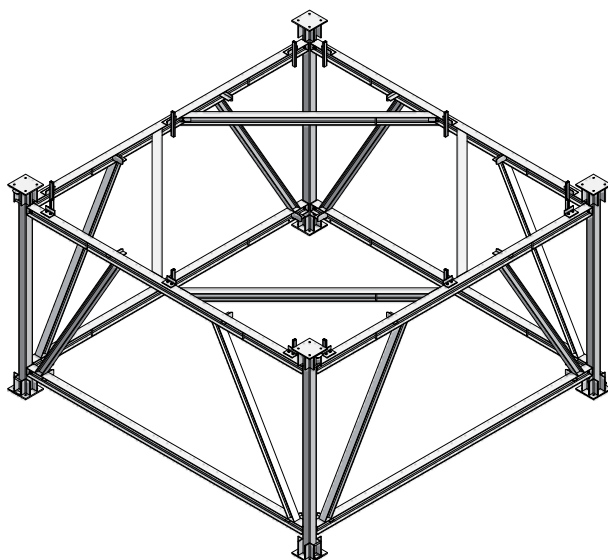
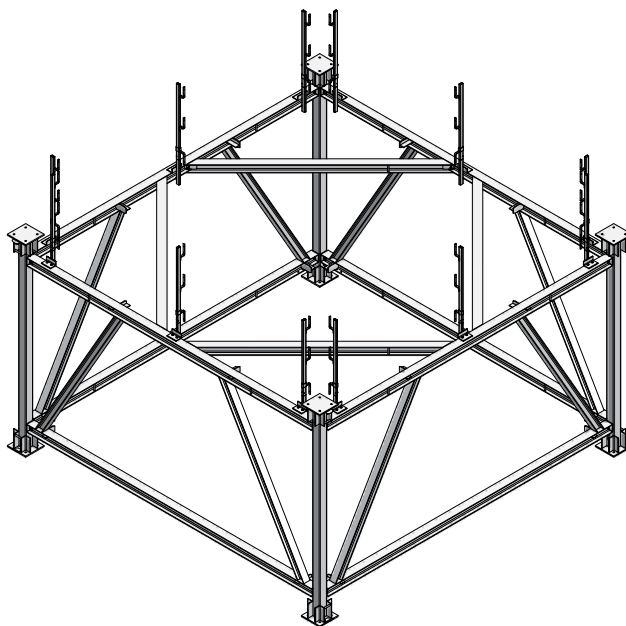

Abb. 7.1
Abb. 7.2
8. Anbringen von 12 SP-Geländervorrichtungen an den SP-Verbänden (Abb. 7.1). Die Verbindung der SP-Geländervorrichtung mit dem SP-Verband erfolgt mit 2 x 2 Schrauben M12x35 sowie U-Scheibe für M12 und Sechskant-Stopp-Mutter M12. Aufschieben der Geländerpfosten 100 auf die SP-Geländervorrichtungen (Abb. 7.2).